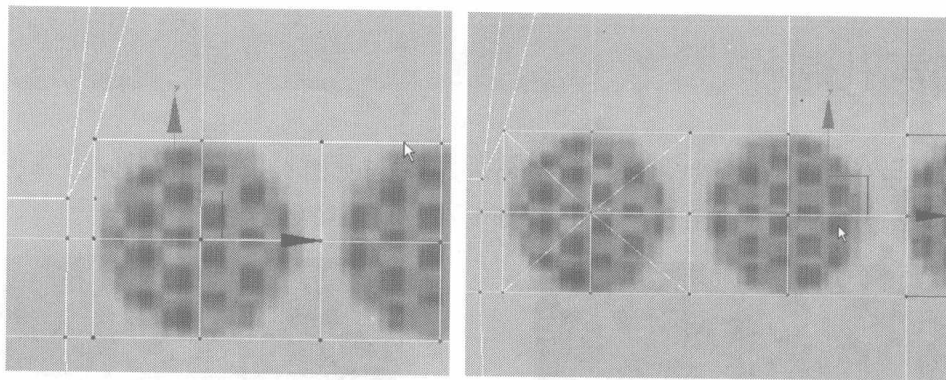

图 4.275
- 03** 继续选择如图 4.275 所示的节点，单击右键，在弹出的快捷菜单中选择 **Connect** 命令，为所选择的节点中间添加细分线。